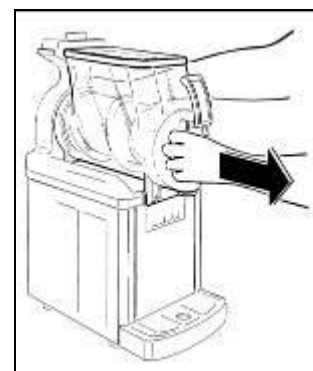

Fig. 8
- Tire la cubeta hacia el exterior y la suelte de su asiento (Fig.8).